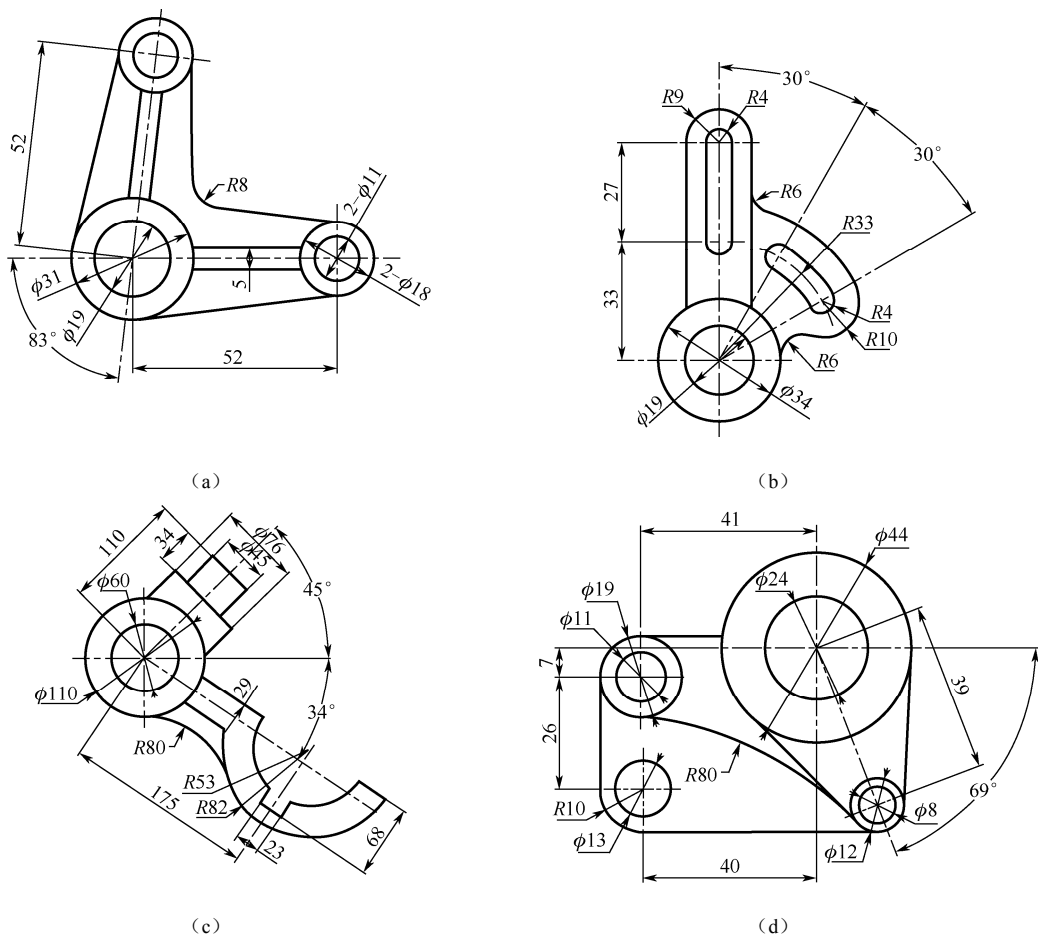

图 3-85 任务图 3-1
1. 绘制如图 3-85 所示的各图形(图中只给出了主要尺寸, 其余尺寸由用户确定)。